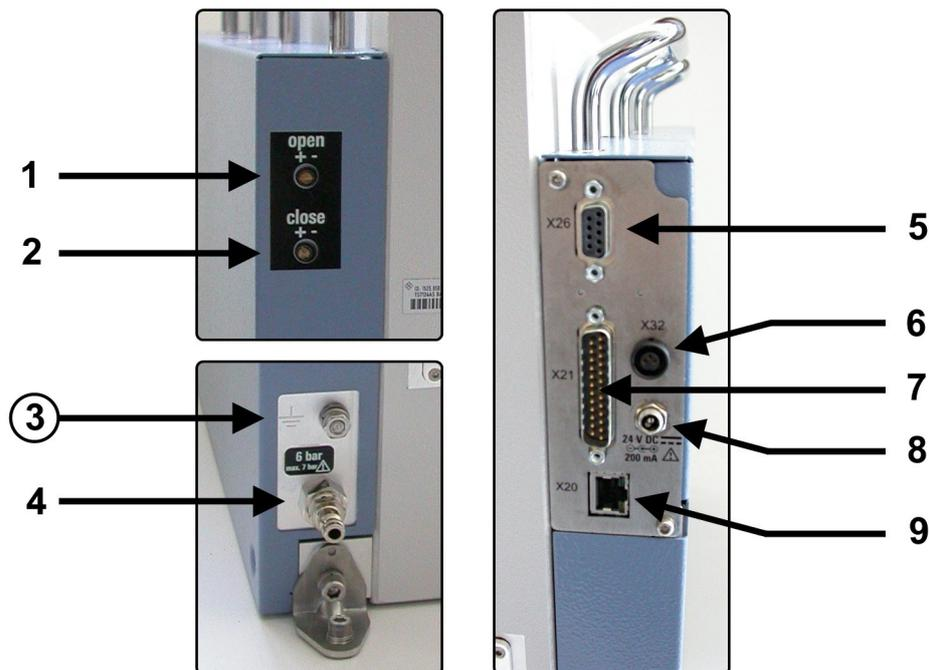

Figura 6-9: Vistas detalladas de los paneles de conectores de control y alimentación a la derecha e izquierda en la parte trasera de la R&S TS7124AS
El enchufe de acoplamiento rápido KS3-1/8-A (marcado con el número 4 en la figura 6-9) se suministra junto a un adaptador push-pull adicional para mangueras de 6 mm de diámetro para aire comprimido.
2. Para el control remoto a través de un **puerto serial**, conecte un cable RS-232 desde su sistema de control al conector D-Sub 9 (véase [X26] en la figura 6-9). Para ver los ajustes de puerto, consulte el "Protocolo de comandos" en la página 52.
3. Para el control remoto vía **Ethernet**, conecte un cable LAN desde su sistema de control al conector RJ45 (véase [X20] en la figura 6-9).